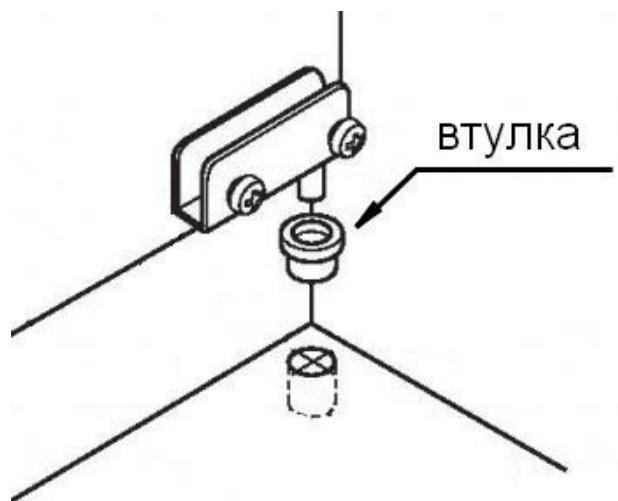

Рис. 4
5. В отверстия диаметром 8мм в углах крышки (16) и горизонтального щита (20) установить пластиковые втулки петель для стеклянных дверей (рис.4).
7. На боковые стенки (17), (18) установить направляющие ящиков шурупами 6,3x10,5мм. Первое отверстие на щите должно совпасть с третьим отверстием на направляющей.
8. В усовые гайки на нижнем щите (22) ввернуть опоры. На нижние торцы опор наклеить фетровые подпятники.
9. В отверстия диаметром 5мм у передней кромки на крышке (16) и нижнем щите (22) установить упоры для дверей (полкодержатели в рубашке).